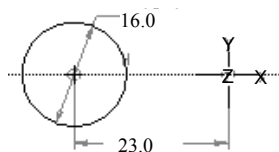

图 8.7.9 第二个截面
(3) 创建第二个截面。在系统为截面2 输入 y_axis 旋转角 (范围: 0 - 120) 的提示下，输入角度值 90.0 后按回车键；绘制图 8.7.9 所示的截面图形（需先创建坐标系），完成截面的绘制后，单击“确定”按钮 **✓**。